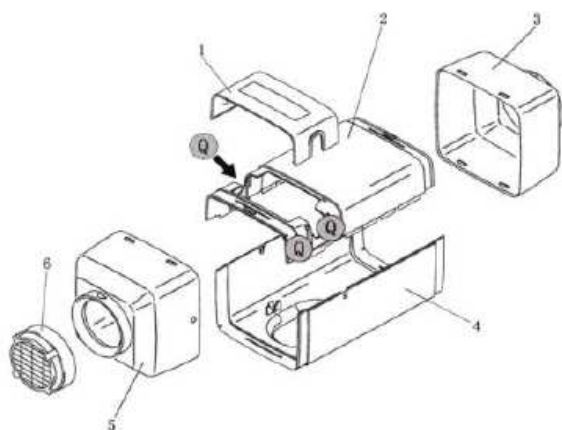
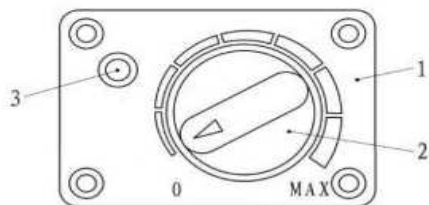
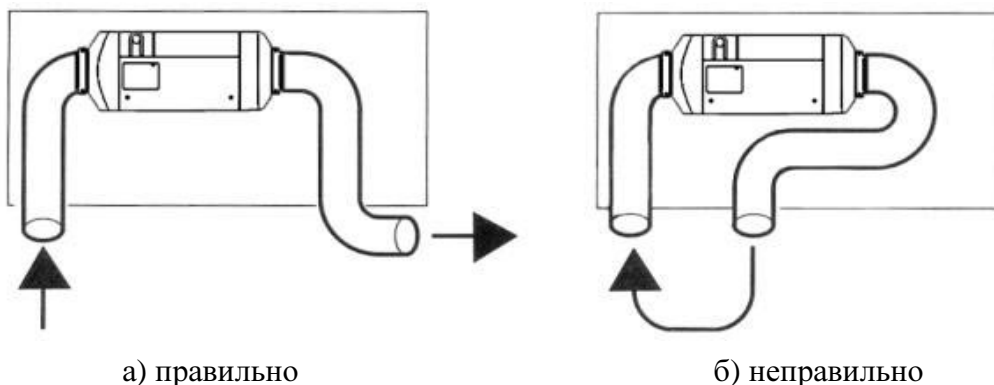

Рис. 4
Рис. 6
Рис. 11
Структура кожуха представлена на Рис.4. Он состоит из верхней крышки 2 (крышка распределительной коробки 1 может быть зафиксирована на отверстии в верхней крышке), нижней крышки 4, крышки на входе воздуха 6, крышки на входе потока воздуха в печь 5 и крышки на выходе горячего воздуха 3. Эти компоненты формируют канал прохождения воздуха. Крыльчатка вентилятора (Рис.6 -3) осуществляет забор холодного воздуха. Воздух нагревается теплообменником и выдувается наружу.
Выключатель представлен на Рис. 6. Ручка управления выключателя используется для выполнения следующих операций: включения и выключения печки, снятия блокировки печки, произошедшей в результате возникших неисправностей, и переключения между режимами работы с постоянной температурой и постоянной мощностью при помощи кнопки переключения режимов.
4.3.6 В случае внутренней установки печи необходимо принять меры чтобы избежать опадания горячего воздуха с выхода на входной порт печи (как показано на Рис. 11). Если в этом режиме входная труба не подсоединяется, то на входе печи должна быть установлена крышка с сеткой (Рис. 4 -б). Воздух на вход печи должен поступать из холодных мест салона, таких как места под креслами или задним диваном.